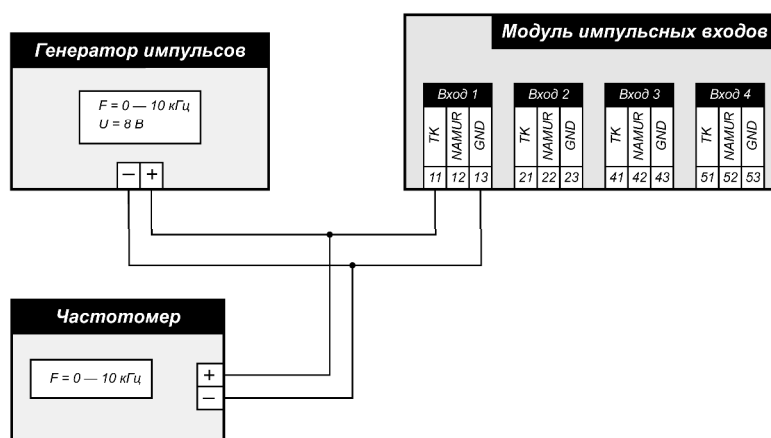

Рисунок 3 Схема проверки измерения частоты импульсов
6.5.2 При проверке измерения частоты импульсов используется схема соединения оборудования показанная на рис. 3.